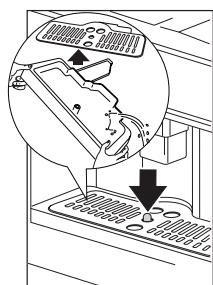

Рис. 35
**!** **ВАЖНО!** Если вовремя не опорожнять поддон, он может переполниться. Это может повредить машину. На поддоне расположен красный индикатор уровня воды (Рис. 35). Поддон необходимо опорожнять и очищать до того, как индикатор выступит выше уровня полки для чашек.